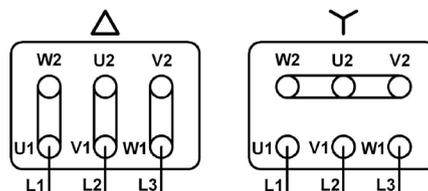

Fig. 2
- Eseguire l'allacciamento elettrico in assenza di tensione, dopo aver verificato la resistenza d'isolamento degli avvolgimenti del motore e in accordo con i suoi dati di targa. Solitamente i motori elettrici trifase prevedono la possibilità di utilizzo con 2 diversi valori di tensione e con 2 diversi valori di frequenza, tra loro interdipendenti, a cui corrispondono 2 diversi tipi di collegamento (triangolo Δ o stella Y) fra i morsetti del motore e la rete di alimentazione (vedi fig.2).
- Check the insulation resistance of the motor winding and carry out connection to power grid - when there is no power - in accordance with the indications on the plate. Usually three-phase, electric motors allow for the use of 2 different voltage values and 2 different, interdependent frequency values corresponding to 2 different types of connection (triangle Δ or star Y) between the motor terminals and the electric network (ref. to fig.2).
- per i motori trifase, scambiare fra loro 2 dei 3 cavi di alimentazione L1, L2, L3 (vedi fig. 2);
- for three-phase motors: interchange any two phases L1, L2, or L3 of the power cables (ref. to fig. 2);